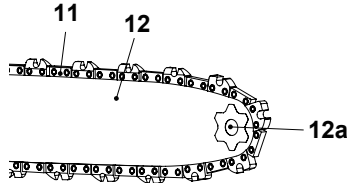

Fig. 4
6. O movimento da corrente da serra é o indicado pela seta. Certifique-se de que a corrente da serra (11) está devidamente colocada sobre a roda dentada (12a) da barra-guia (12) (Fig. 4).